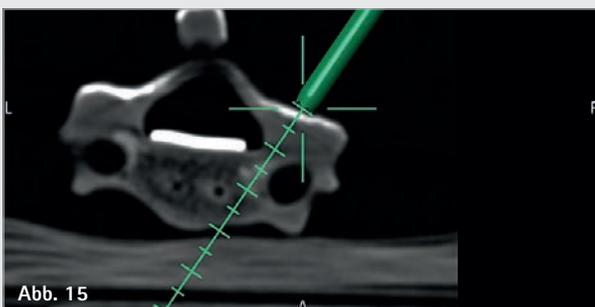

Abb. 15
- Schalten Sie am Navigationsbildschirm den Virtuellen Offset Modus zu, um in Echtzeit Ihr in Benutzung befindliches Instrument mit einer zusätzlichen, virtuelle Leitlinie darzustellen. Dies kann Ihnen dabei helfen, den korrekten Eintrittswinkel zu bestimmen (Abb. 15).